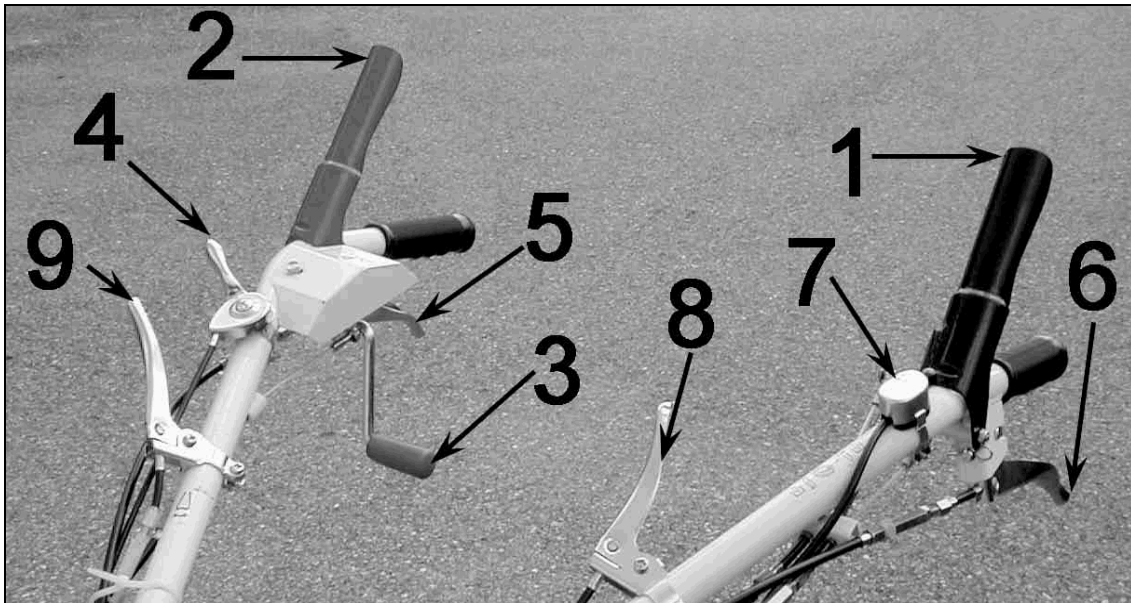
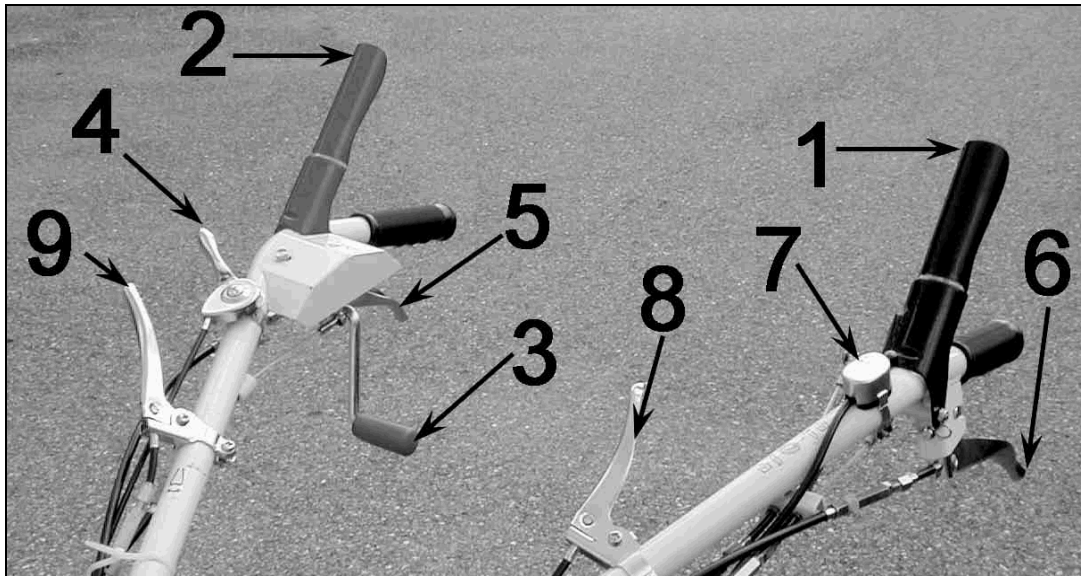

Figure 8
Figure 9
Appuyez sur la poignée (figure 8, repère 8) pour ajuster la hauteur du mancheron à votre morphologie.
Appuyez sur la poignée (figure 8, repère 9) pour faire pivoter à droite ou à gauche le mancheron. Utilisez ces possibilités pour travailler sous les branches des arbres, dans un verger ou à côté d'un mur.
Ce contacteur permet la mise sous/hors tension du circuit d'allumage de la machine (figure 8, repère 7). Utilisez le pour démarrer ou arrêter la machine.
- Tournez le bouton de contact sur la position "ON" (Figure 8, repère 7).
- Pour embrayer le rotor, appuyez et maintenez la poignée (figure 9, repère 2), puis tirez la poignée d'embrayage du rotor (figure 9, repère 3).
- Actionnez la poignée d'avancement (figure 9, repère 1), puis accélérez à fond. Le débroussaillage débute.
- Relâchez les poignées d'avancement (figure 9, repère 1) et d'embrayage de coupe en même temps (Figure 8, repère 2).
- Placez le levier d'accélération sur la position ralenti (Figure 9, repère 4).
- Tournez le bouton sur la position "OFF" (Figure 9, repère 7).